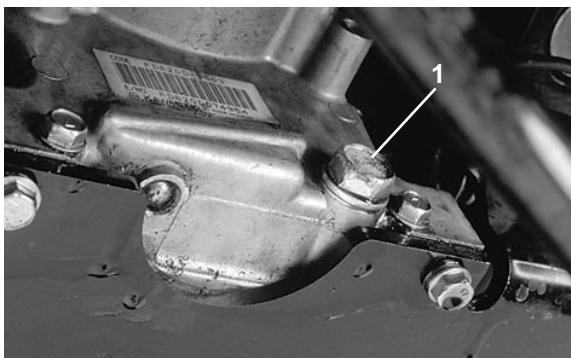

Fig. 21
2. Stil en beholder under oliesumpen og på linie med aftapningsproppen (Fig. 21) til at opsamle den gamle olie.